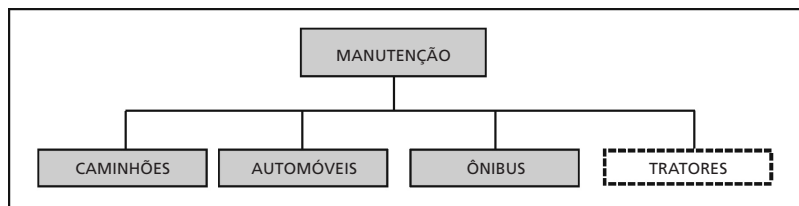

Figura 1.9: Uso de linhas pontilhadas para órgãos que ainda serão criados.
c. Para os órgãos que ainda não existem formalmente ou que se deseja destacar, devem ser usadas linhas pontilhadas (**Figura 1.9**).